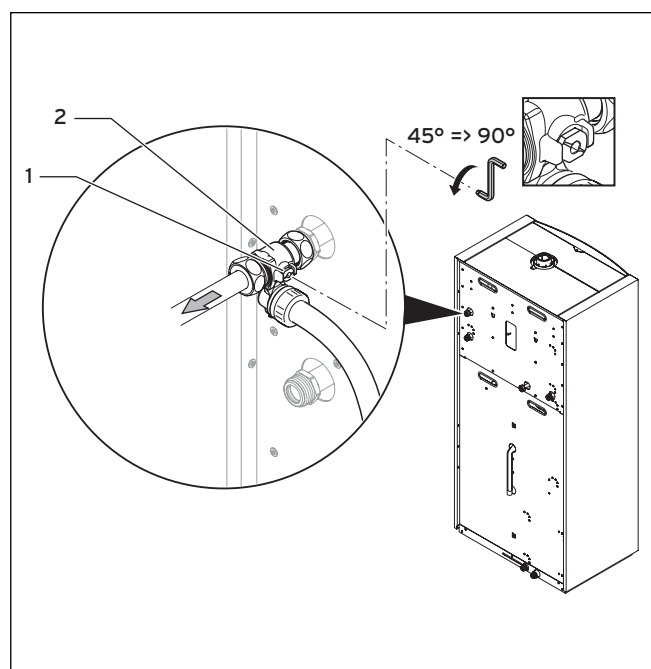

Abb. 7.21 Absperreinrichtung am Speichervorlauf öffnen
- Öffnen Sie die Absperreinrichtung (1) am Wartungshahn des Speichervorlaufs (2) vollständig (→ **Abb. 7.21**).